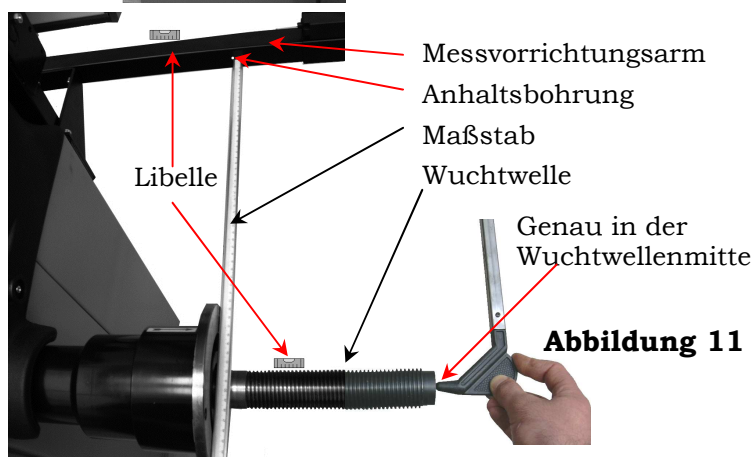

Abbildung 11
- ② Den Messvorrichtungsarm über die 2 Schrauben arretieren, siehe Abbildung 5. Die Schrauben fest anziehen und dabei darauf achten, dass die Wuchtwellen und der Messvorrichtungsarm auf gleicher Ebene sind (Libelle verwenden, siehe Abbildung 11). Ebenfalls sicherstellen, dass die Anhaltsbohrung auf dem Arm mit der Flanschfläche übereinstimmt (Maßstab verwenden, siehe Abbildung 11). Dann auch noch sicherstellen, dass der Auflagestift der Messvorrichtung in der Wuchtwellenmitte aufliegt. Ggf. eine Ausgleichsscheibe (im Lieferumfang enthalten) zwischen 2 der 4 Schrauben, die die Halterungen stützen, einsetzen (siehe Abbildung 5 und Abbildung 6).